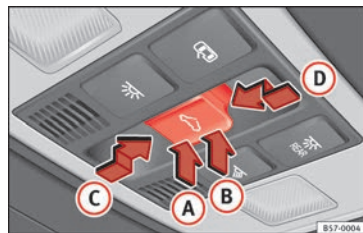

Abb. 136 Im Dachhimmel: Bedienelement für Panorama-Schiebedach.
Der Taster  » **Abb. 136** hat zwei Stufen. In der ersten Stufe kann das Glasdach ausgestellt sowie ganz oder teilweise geöffnet oder geschlossen werden.
- *Glasdach*: bevor ca. [aquí viene el tiempo] verstreichen. 5 Sekunden ab der Aktivierung des Einklemmschutzes drücken Sie den Taster  **»** **Abb. 136** bis zur zweiten Stufe in Pfeilrichtung **»** **Abb. 136** , bis das Dach vollständig schließt.